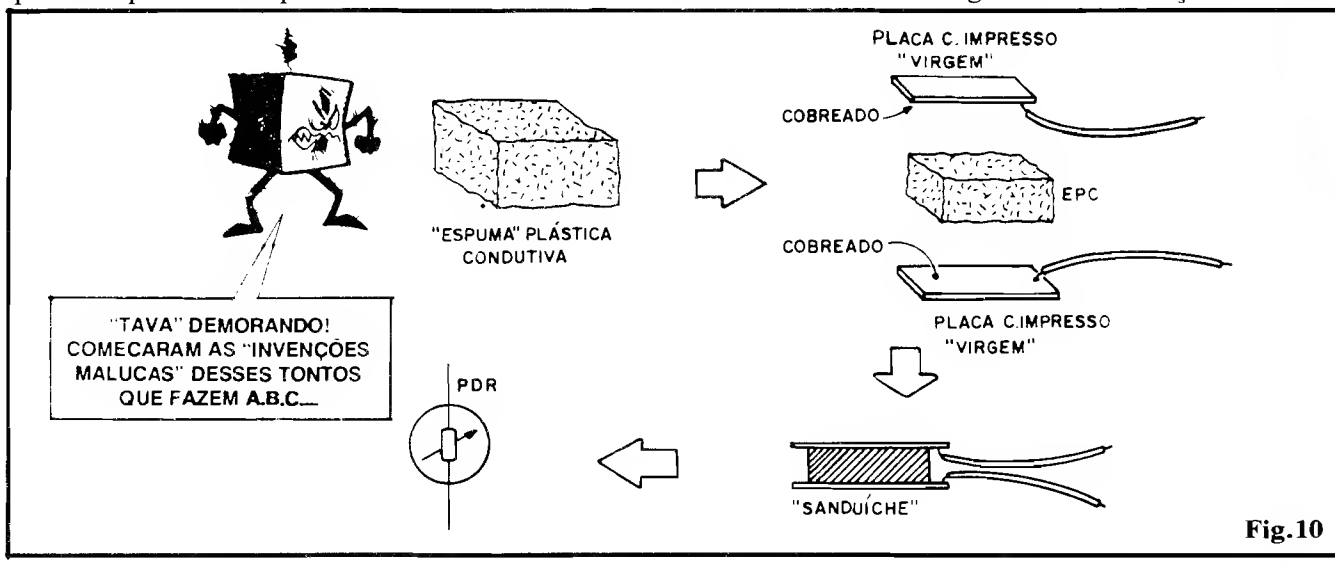

Fig. 10
- FIG. 10 - Já vimos, na presente "Lição", resistores que "sentem" a LUZ, a TEMPERATURA e a TENSÃO (e têm seus valores proporcionalmente alterados, em função de tais fatores...). Entretanto, a "turma" dos "Resistores Dependentes" é imensa (existem até componentes do gênero, ultra-específicos, capazes de reagir à presença de gases e a outros fatores físicos, químicos ou mecânicos...). Um item "pouco lembrado", mas que seguramente faz parte da "família" é o do RESISTOR DEPENDENTE DE
o que a Resistência momentânea do conjunto "cai" (ainda que só um "tiquinho"...). Essa momentânea **queda** na Resistência tem imediato efeito (Ohm "está olhando"...) sobre a Corrente "I", que fica, obviamente, mais "forte"... Essas compressões e descompressões sonoramente induzidas ocorrem centenas ou milhares de vezes por segundo, e nesse mesmo "ritmo" a Resistência intrínseca do conjunto de grânulos condutivos modifica-se, induzindo proporcional variação na Corrente "I" que circula pelo componente... A tal Corrente, então, foi "modulada" pela voz, ou seja: conseguimos "traduzir" SOM em SINAIS ELÉTRICOS nitidamente proporcionais em ritmo e intensidades (dizemos: em FREQUÊNCIA e AMPLITUDE...)! Lembrando que tudo isso ocorre devido às mudanças de **pressão** sobre a membrana flexível, o MICROFONE DE CARVÃO pode (e deve...) ser considerado um legítimo PDR, um "irmão mais sensível" daquele "negócio feito em casa" que mostramos nas figs. 10 e 11...